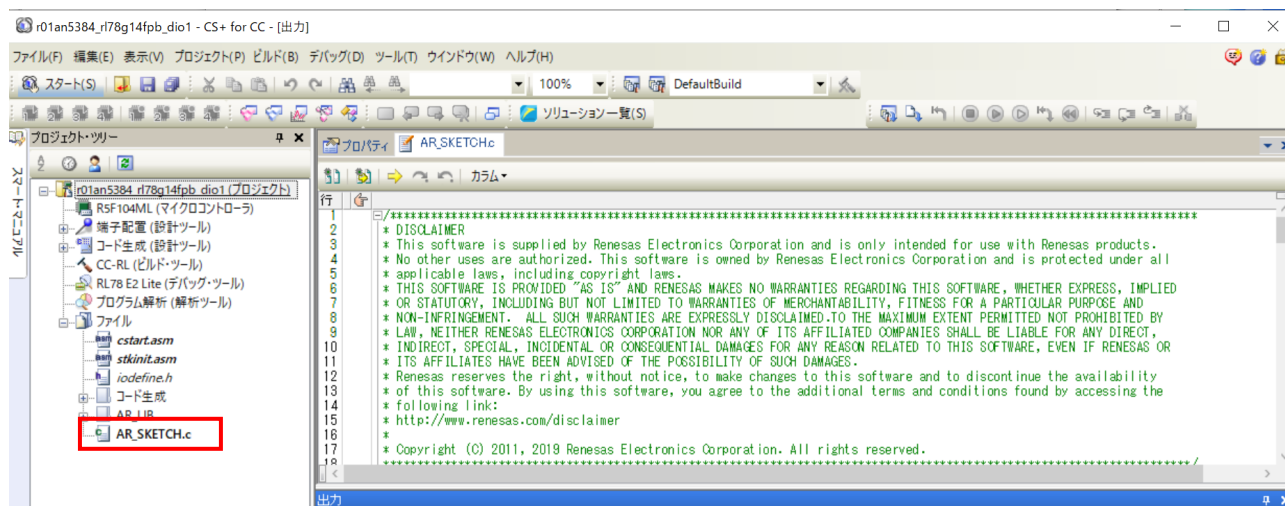

図 3.2 プロジェクト起動後の画面 (CS+の場合)
「(1) CS+の準備作業」のユーザ名変更が正しく設定されていると、図 3.2 のようにプロジェクト起動時に Arduino プログラム (スケッチ) である「AR_SKETCH.c」がプロジェクト・ツリーの一番下に表示され、「AR_SKETCH.c」の内容が表示されます。